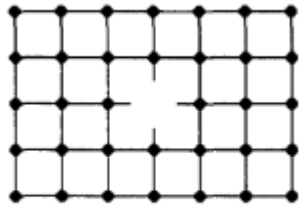

Рис. 10
**1. К какой группе дефектов кристаллических структур можно отнести дефект представленного на рис. 10 фрагмента кристаллической решетки?**